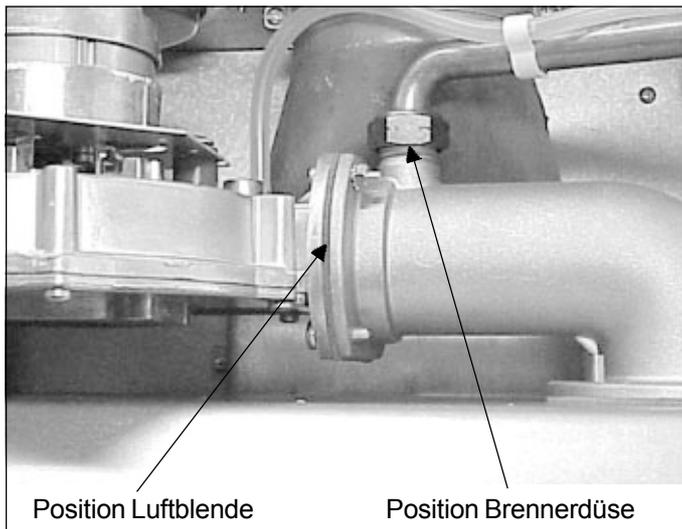

Abb. 12 Position Brennerdüse und Luftblende
- Vorhandene Brennerdüse ausschrauben und die neue Düse einschrauben (Abb. 12).
- Vorhandene Brennerdüse ausschrauben und die neue Düse einschrauben (siehe Abb. 12).
- Flansch am Gebläse lösen und Luftblende wechseln (Abb. 12).